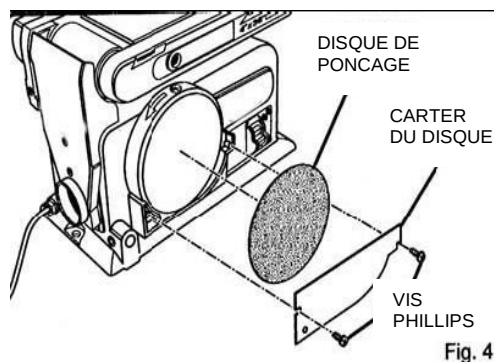

Fig. 4
MONTAGE DU DISQUE DE PONCAGE ET DU CARTER Figure 4
- Positionnez le carter contre la partie inférieure du disque ; alignez les trous comme l'illustre la figure 4.